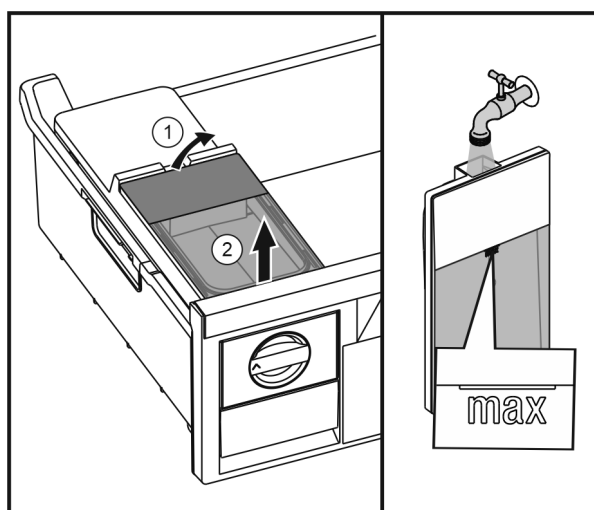

Fig. 26
- ▶ Wassertank von hinten anheben Fig. 26 (1) und nach oben entnehmen Fig. 26 (2).